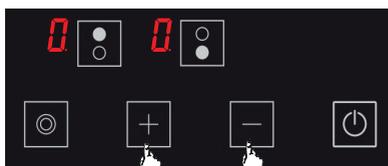

Afbeelding 10
3. Druk vervolgens eenmaal op de toets **+**. Het pictogram **H** wordt bij deze aanraking in de desbetreffende kookplaat weergegeven. (zie Fig. 10) Zo wordt de functie 'warmhouden' ingeschakeld.